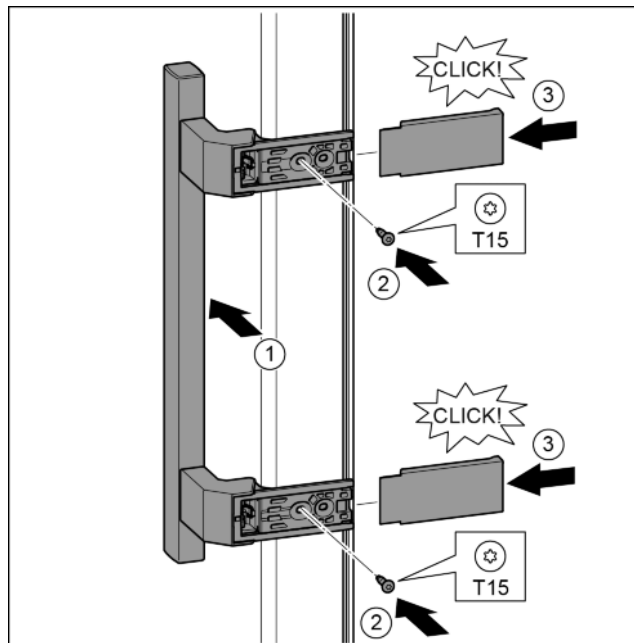

Fig. 18
- ▶ Nasadte madlo na protilehlé straně. Fig. 18 (1)
- ▶ Šroubovákem T15 pevně utáhněte šrouby. Fig. 18 (2)
- ▶ Kryty bočně nasadte a nasuňte. Fig. 18 (3)